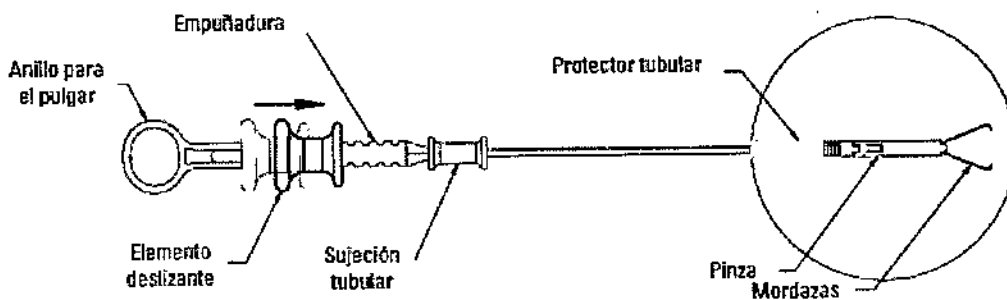

Figura 3: Apertura de las mordazas de la pinza Resolution
1. Cuando la pinza Resolution se encuentre en la ubicación deseada, mueva suavemente el elemento deslizable en dirección distal (alejándola del anillo para el pulgar) para abrir las mordazas de la pinza Resolution, según se muestra en la figura 3.